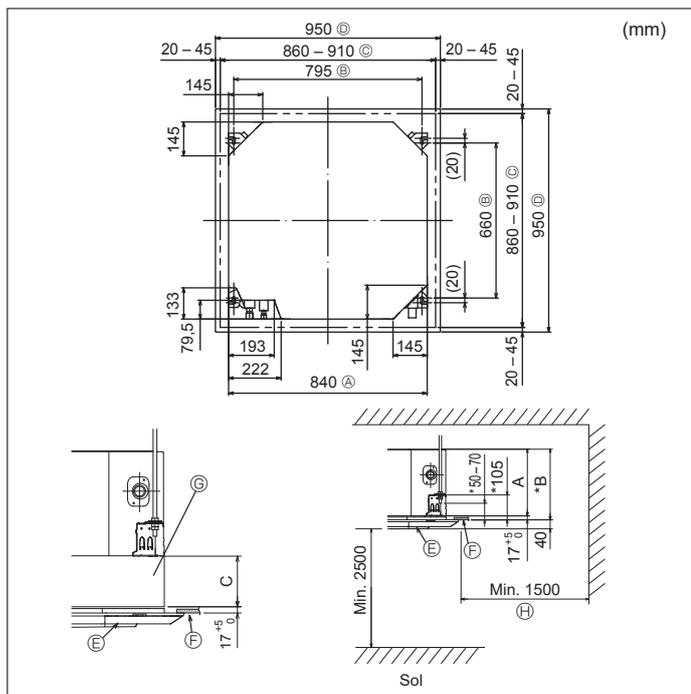

Fig. 3-2
3.2. Ouvertures dans le plafond et emplacement des boulons de suspension (Fig. 3-2)
- Les dimensions de l'ouverture dans le plafond peuvent être définies au sein de la plage indiquée dans la Fig. 3-2 ; centrer l'appareil principal par rapport à l'ouverture dans le plafond, en veillant à la symétrie de chaque côté par rapport à l'orifice.